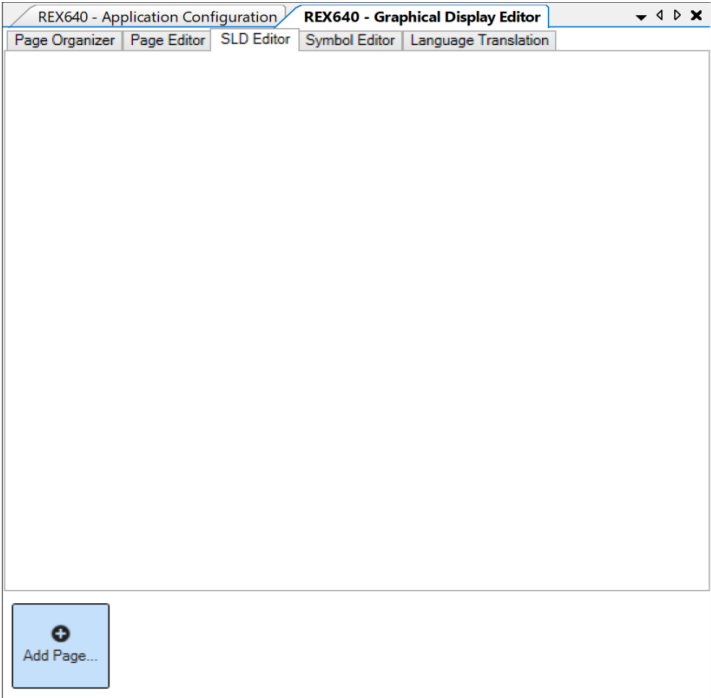

Imagen 137_ Creación de una nueva página para el display del REX640.
3.3 Teniendo así lo siguiente, como se muestra en la **Imagen 137**. Para empezar a crear nuestro diagrama seleccionaremos la opción de “New page” que se encuentra en la parte inferior derecha.